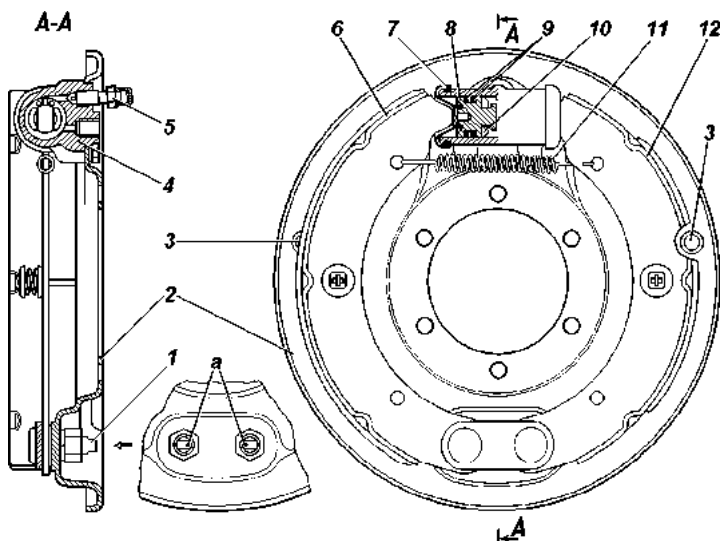

Рис. 9.29. Тормоз заднего колеса:
**Барабанные тормоза задних колес (рис.9.29).** Периодически снимайте тормозные барабаны и очищайте детали тормозов от пыли и грязи. Периодичность этой операции зависит от условий эксплуатации автомобиля. В летнее время и при езде по грязным дорогам чистка должна проводиться чаще, зимой - реже.